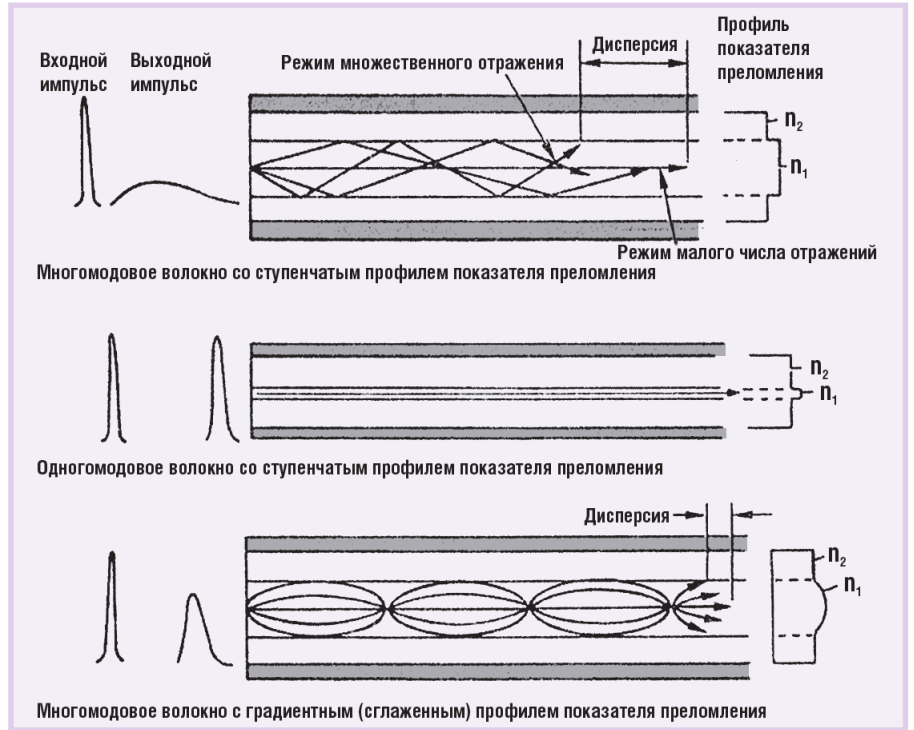
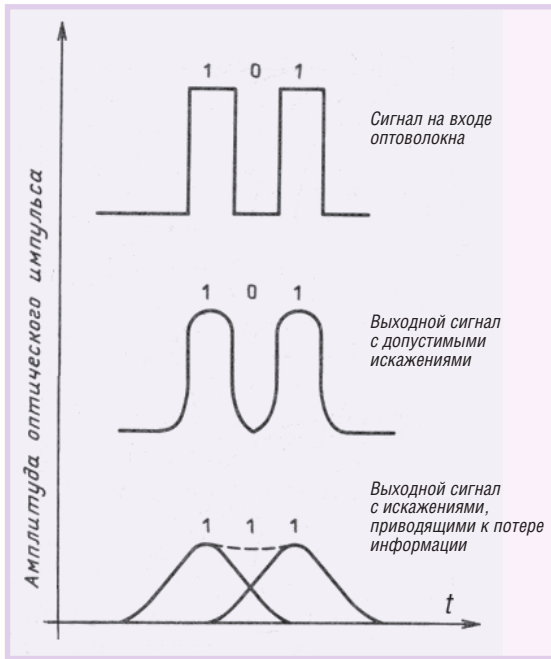

Рис. 5. Распространение света в многомодовом и одномодовом волокнах для разных профилей показателя преломления
Рис. 6. Искажение передаваемого сигнала вследствие межмодовой дисперсии
Если неравенство (6) не выполняется, в световоде устанавливается многомодовый режим. В этом случае число мод приблизительно равно $N = F^2/2$ для световода со ступенчатым профилем и $N = F^2/4$ в случае градиентного профиля. Характер распространения света в многомодовом и одномодовом волокне для разных профилей показателя преломления поясняется на рис. 5. Подробнее рассмотрим характерное для многомодового волокна явление межмодовой дисперсии. При вводе луча в оптическое волокно путь распространения от начала до конца волокна для разных мод различен. Это обуславливает разное время распространения мод, переносящих энергию первичного сигнала, и перераспределение выходной суммарной энергии в заданном отрезке времени. В результате, если импульс света на входе оптоволокна имел ярко выраженные фронт и срез сигнала, то на выходе получаем существенно «размытый» сигнал со сглаженными фронтами и срезом. Это «размытие» сигнала обусловлено межмодовой дисперсией и проявляется тем сильнее, чем длиннее линия связи. Межмодовая дисперсия ограничивает пропускную способность волокна, так как при повышении частоты входного сигнала (последовательность коротких импульсов) размытые края среза одного импульса начинают перекрываться размытым фронтом последующего, ведя к потере информативности сигнала (рис. 6). Несмотря на большую дисперсию, многомодовое оптоволокно со ступенчатым профилем показателя преломления является очень распространенным в силу более низких требований к технологическому оборудованию для его производства и используемому материалу. Данное волокно может иметь сердечник из стекла и оптическую оболочку